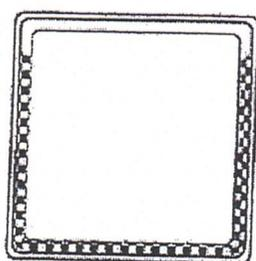

Fig. 1
- Faire adhérer le joint sur l'espace prévu à cet effet en laissant libre le côté supérieur de la face intérieure de la vitre. (fig. 1)